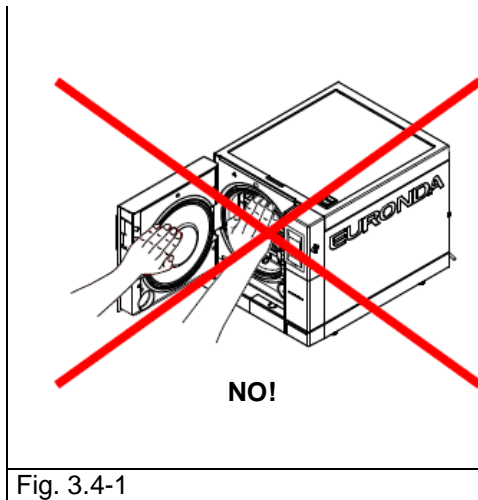

Fig. 3.4-1
Manualul este împărțit în capitole și subcapitole; cifrele sunt numerotate cu capitolul la care se referă, cu adăugarea unui număr progresiv. De exemplu, Fig. 3.4-1 (figura nr. 1 relativ la cap. 3.4).
1. Când sterilizatorul termină ciclul de sterilizare și ușa este deschisă pentru a scoate instrumentele sterilizate, părțile interioare ale cazanului și ușii sunt încă foarte fierbinți. Nu le atingeți direct pentru a evita arderea (Fig. 3.4-1). Utilizați instrumentul de extracție aferent (cap. 3.3 „Dispozitive de siguranță”).